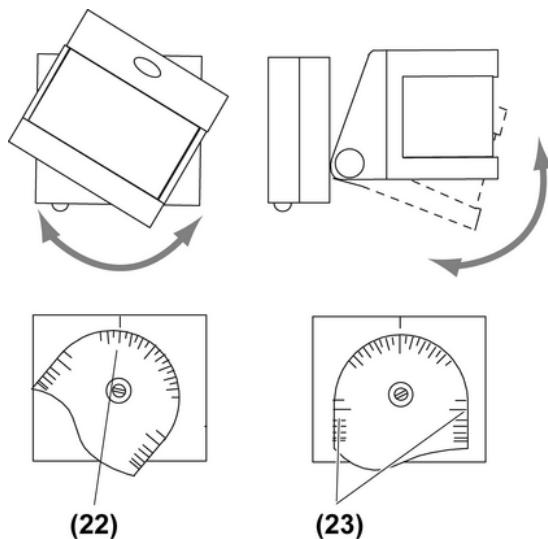

Bild 21
Die System-Sensoren können zur optimalen Ausrichtung des Erfassungsbereiches gedreht und geneigt werden (Bild 21). Um eine gewählte Ausrichtung zu reproduzieren, sind auf dem Sensorgehäuse Skalen angebracht (22) und (23).